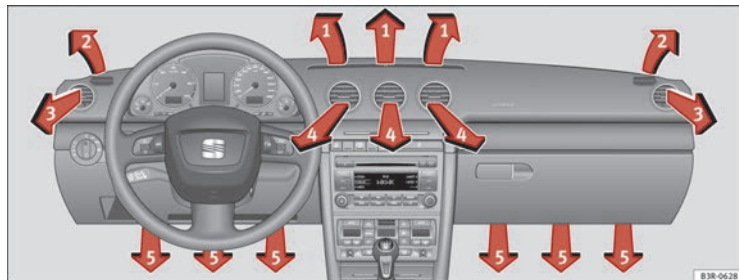

Fig. 142 Tablero de instrumentos: Disposición de los difusores de aire
Los difusores de aire ⇒ fig. 142 (3) y (4) pueden manejarse de la siguiente manera.
Las tres teclas tienen el siguiente significado. Los números hacen referencia a los difusores de aire ⇒ fig. 142. ►
Tras desconectar el encendido, el motor del ventilador funciona con la energía que le proporciona el techo solar. Para conseguir una ventilación óptima deben estar abiertos los difusores 3 y 4 ⇒ fig. 142.